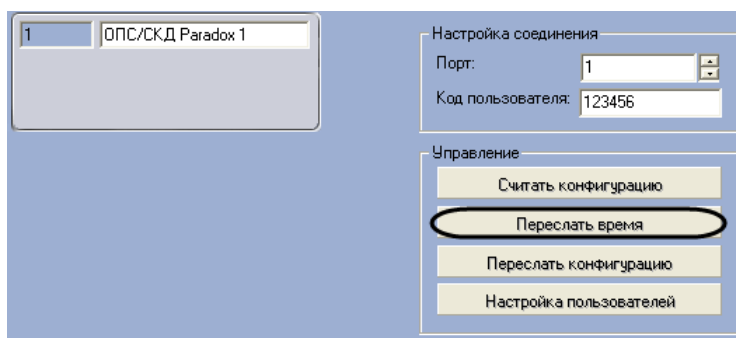

Рис. 3.2—4. Синхронизация времени на Сервере Интеллект и в контрольной панели EVO
1. Перейти на панель настройки объекта **ОПС/СКД Paradox** (Рис. 3.2—4).
2. Нажать кнопку **Переслать время** (см. Рис. 3.2—4).